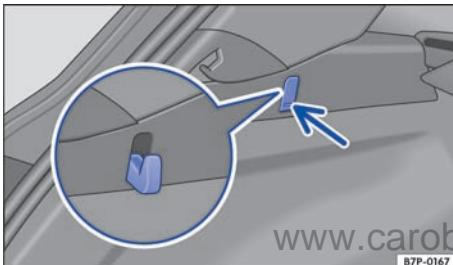

图 129 在行李箱中左侧: 袋钩
行李箱中左侧可能有一个可翻出式袋钩 → 图 129, 在上面可以固定重量轻的购物袋。
- 按压袋钩下部 → 图 129 (箭头), 将其翻出。